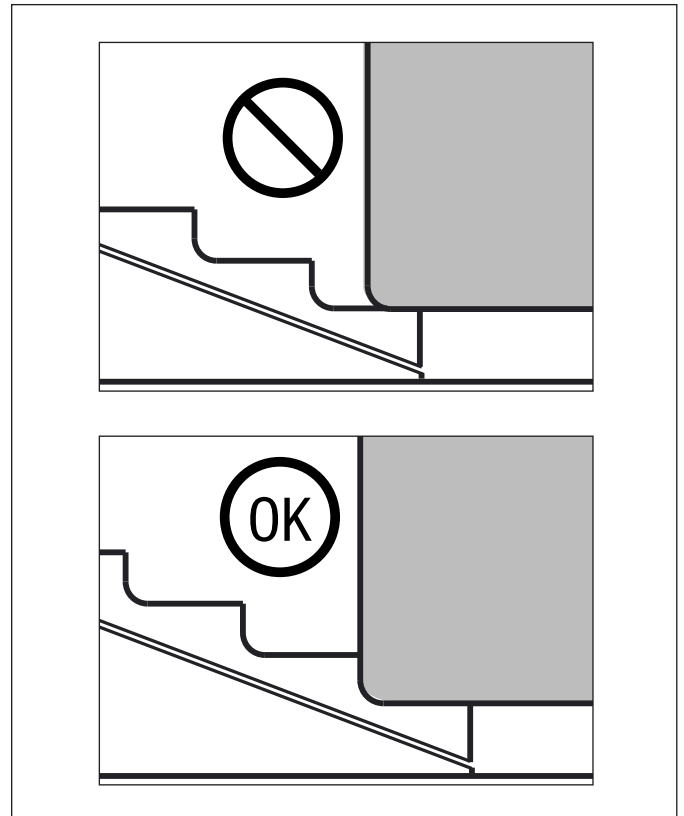

図3: 荷物の下にウェッジを挿入
4. リフティングウェッジを持ち上げる対象物の中央の下に置きます。リフティングジョーは階段状になっています。使用する段は、持ち上げる対象物の外面に段の側面が接触するよう、必ずアクセス隙間に完全に挿入してください。図3を参照してください。
5. リフティングウェッジを持ち上げる対象物の中央の下に置きます。リフティングジョーは階段状になっています。使用する段は、持ち上げる対象物の外面に段の側面が接触するよう、必ずアクセス隙間に完全に挿入してください。図3を参照してください。